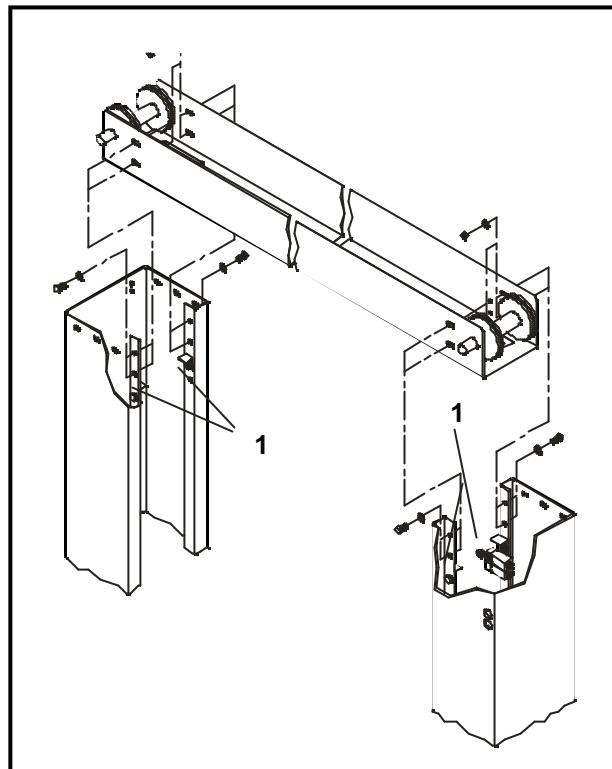

Fig. 40
10 - Prendere il gruppo, imbragando con il mezzo di sollevamento, posizionarlo sullo scaffale appoggi (Rif.1 Fig.40) alla sommità delle colonne e fissarlo con le 8 viti TE M10x25 con dado esaagonale e due rondelle piane.
10 - Sling this group with the lifting unit, place it on its supports (ref.1, fig.40) on top of the posts and fix it with the 8 HH screws 10x25 with hex. nut and flat washers.